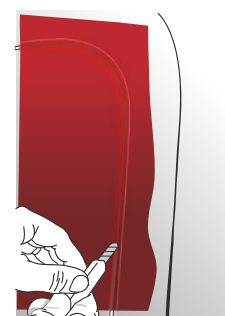

Abbildung 14
- › Die Folie ist auf dem TIRODECO-Band mit einem Cutter oder mithilfe des WRAPKNIFE-Schneidedrahts durchzutrennen. (Abb. 14)